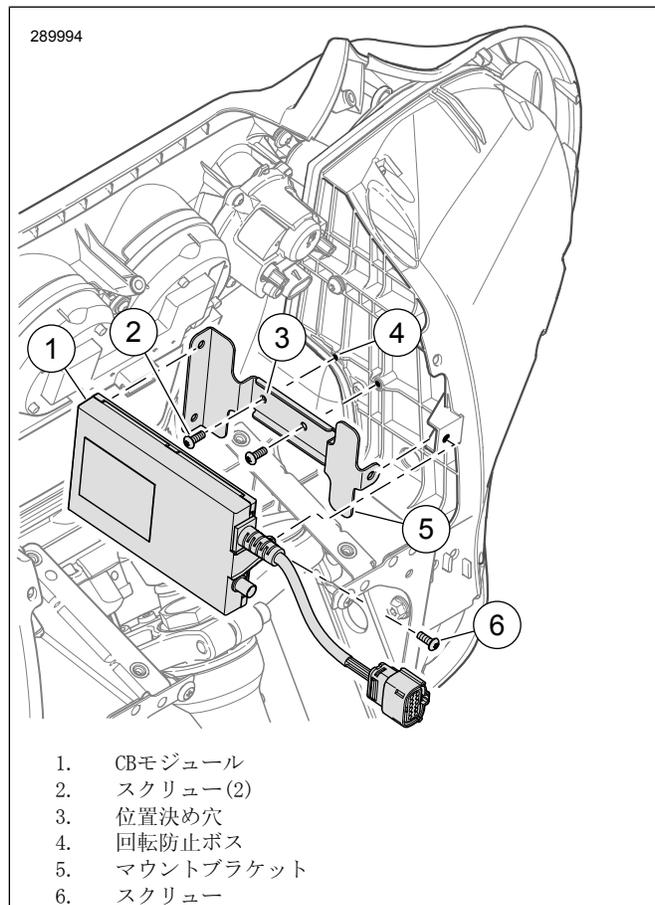

図2。CBモジュールを取り付けます:フォークマウントフェアリング
1. 「図2」を参照。回転防止ボス(4)を使用してマウントブラケット(5)の穴(3)を調整します。